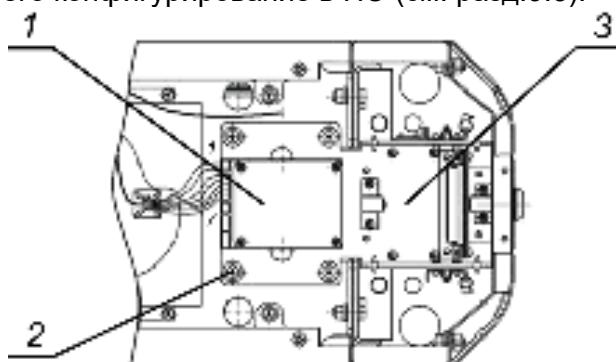

Рисунок 15. Механизм картоприемника
Для переустановки механизма картоприемника (3, рис. 15) необходимо выполнить следующие действия (номера позиций даны в соответствии с рис. 2), если не указано отдельно:
8. Демонтируйте механизм картоприемника (3, рис. 15) – крепится четырьмя винтами M5×20 (2, рис. 15) – и установите его на противоположную сторону, закрепив на основании этими же винтами.